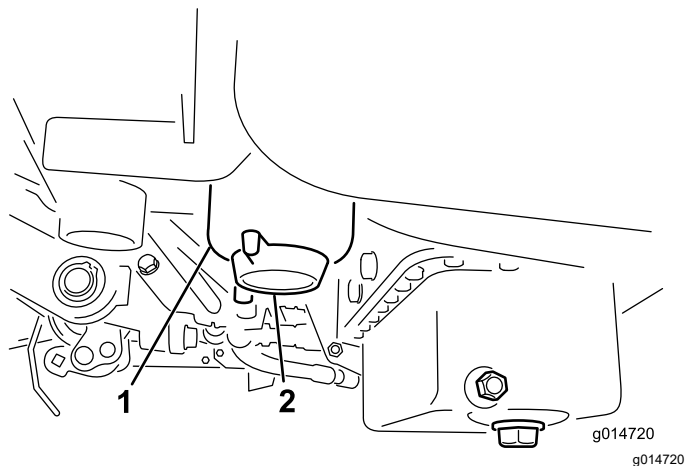

图 35
2. 清洁滤清器过滤筒的安装区域图 35。
4. 打开滤清器排油塞图 35。